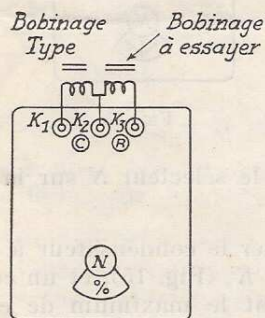

FIG. 16.
**Essai des bobinages. — Comparaison de bobinages à peu près semblables dans les fabrications de série** (Bobines sur noyau de fer ou bobines à forte inductance (Fig. 16))